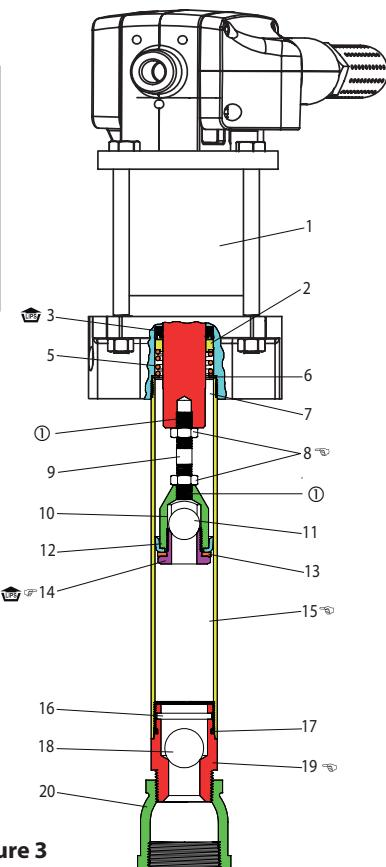

Figure 3
REMARQUE : Reportez-vous à la figure 3, en page 4 pour l'orientation de la lèvre de la garniture d'étanchéité.
- Pour AF0409A13XXXX : Montez l'écrou, la tige de piston et les composants sur la tige du moteur, en serrant l'écrou contre la tige. Appliquez du Loctite 242 sur les filetages de la tige de piston avant le montage. **REMARQUE :** Serrez l'écrou à 81,3 - 94,9 Nm, reportez-vous à la figure 3, en page 4.